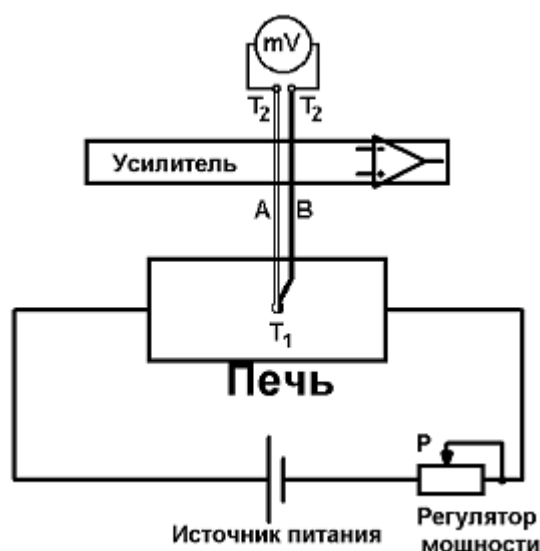

Рис. 1. Принципиальная упрощенная электрическая блок-схема учебной установки ФМБ-2 для наблюдения термоэлектрического эффекта.
Принципиальная схема для изучения работы термопары приведена на рис. 1. Конструктивно установка состоит из узкой и длинной электропечи (для равномерного нагрева) с регулируемой мощностью нагрева, в которую помещаются концы термопары А и В. Другие концы подключены через специальный усилитель к высокоточному цифровому вольтметру  $mV$  и находятся при температуре окружающей среды  $T_2$ . ТермоЭДС ввиду малой величины (порядка нескольких милливольт) не может быть зарегистрирована непосредственно вольтметром, поэтому сигнал с термопары усиливается операционным усилителем. Для уменьшения погрешности применяется специально сконструированный цифровой вольтметр с высоким (около 100 МОм) входным сопротивлением, поэтому с достаточной степенью точности можно считать, что термоЭДС  $\varepsilon$  равна напряжению на клеммах вольтметра  $mV$ . Температура  $T_1$  горячего спая измеряется высокоточным цифровым термодатчиком, также введенным в полость электропечи. Точность измерения температуры термодатчика составляет  $\pm 1$  °С. Все измеренные и контролируемые параметры (мощность нагрева  $P$ , температура  $T_1$  а также термоЭДС выводятся на LCD ЖКД дисплей). Температура  $T_2$  окружающей среды измеряется либо комнатным термометром, либо принимается равной показанию цифрового датчика температуры  $T$  до начала нагрева.
1. Перед началом работы ознакомится с принципиальной схемой учебной установки рис. 1, разобраться в назначении ручек и измерительного прибора. Проверить целостность сетевого провода